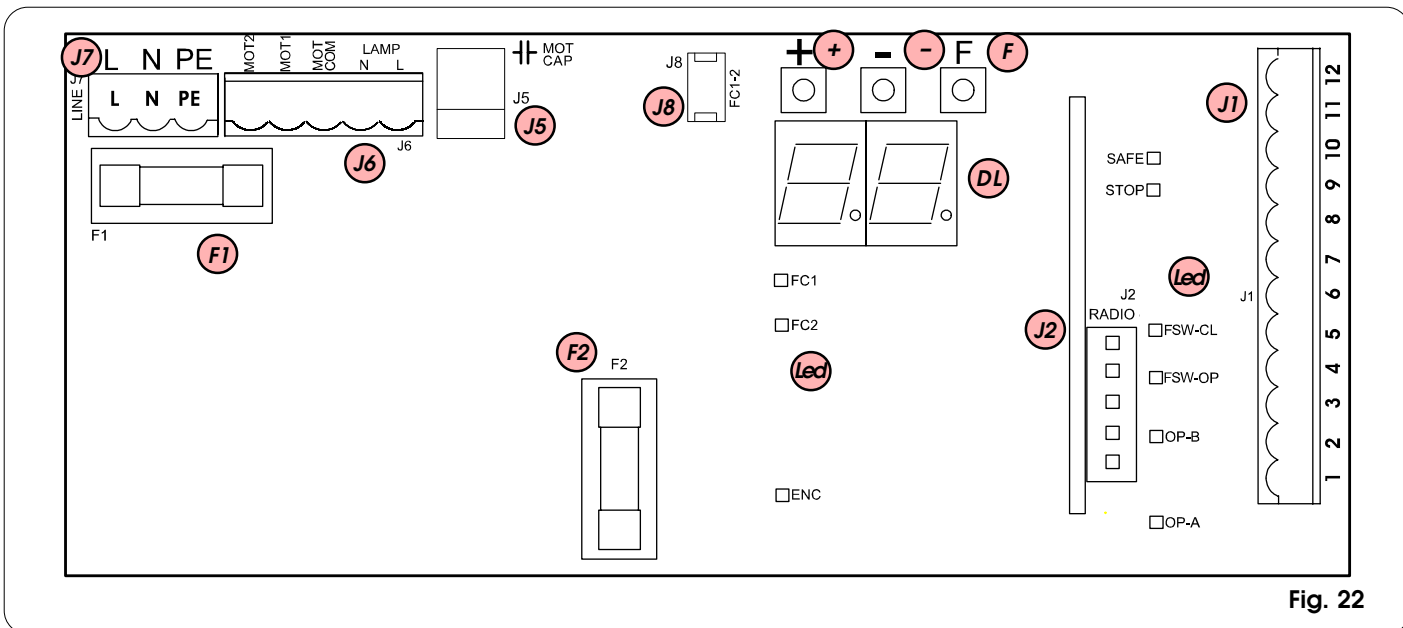

Fig. 22
- Sluit de aardkabel aan op de daarvoor bestemde klem op de connector J7 van de kaart en op de bus op de aandrijving (fig. 22 en 39).
Veiligheidszekeringen	2 (zie fig. 22 en par. 5.3)